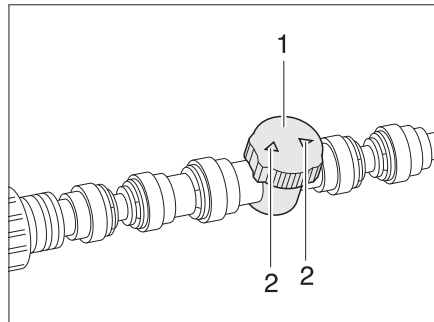

Bild 113 Regler Fußbodenerwärmung
- Den Regler (Bild 113,1) auf die gewünschte Durchflussleistung stellen (max. Durchfluss = Pfeile (Bild 113,2) in Leitungsrichtung).
- Den Regler (Bild 113,1) so drehen, dass die Pfeile (Bild 113,2) quer zur Heizleitung stehen.